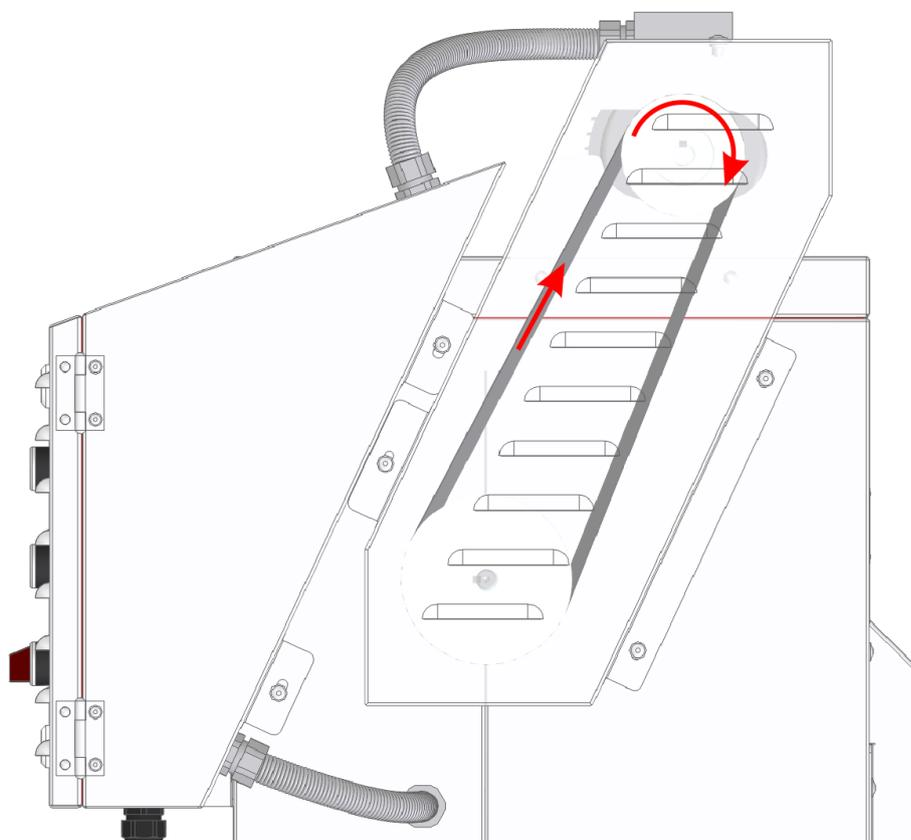

Рис. 3. Направление вращения вала электродвигателя
2. Запустится электродвигатель. Проверьте направление вращения вала электродвигателя. Вал должен вращаться по часовой стрелке (см. рис. 3). Если вал вращается другую сторону, то необходимо поменять две фазы местами в сетевой вилке. Для этого вам потребуется выключить аппарат, нажав кнопку <<СТОП>>.